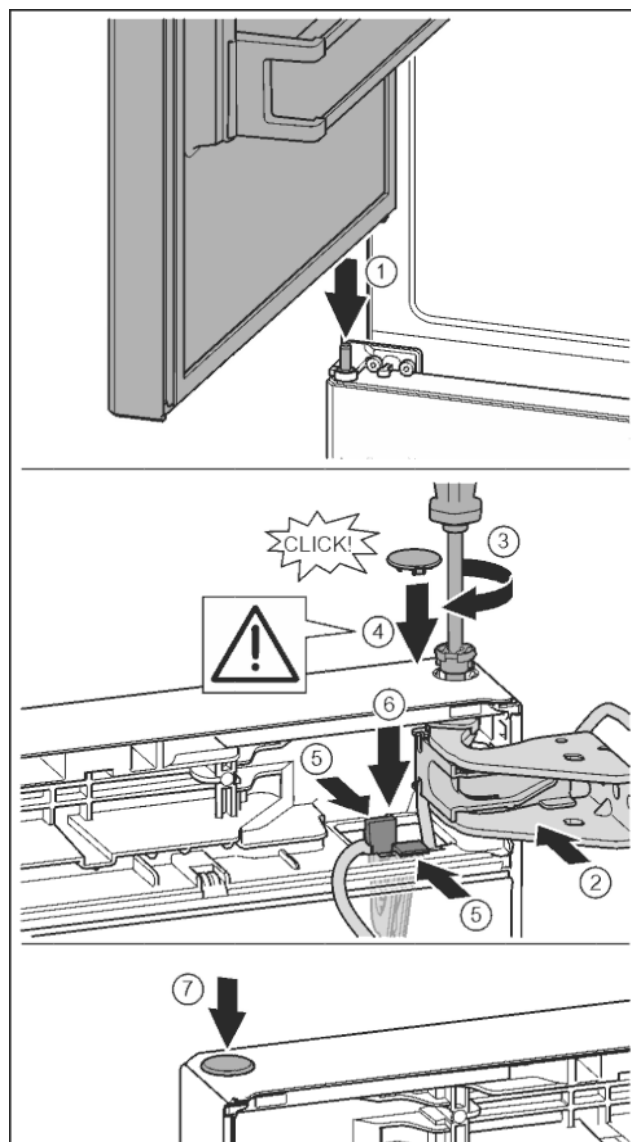

Fig. 39
- Установка верхней двери на средний опорный палец Fig. 39 (1)
- Дверь сверху выровнять по отверстию в опорном кронштейне. Fig. 39 (2)
- Вставить палец и затянуть отверткой T15. Fig. 39 (3)
- Установить предохранительную крышку для защиты двери: вставить предохранительную крышку и проверить, прилегает ли она к двери. В ином случае вставить палец полностью. Fig. 39 (4)
- Вставить держатель кабеля с закрепленным на нем кабелем в отверстие. При этом более длинное отверстие соединительной накладки должно быть направлено вперед. Fig. 39 (5)
- Прижать держатель вниз так, чтобы соединительная накладка защелкнулась. Fig. 39 (6)
- Вставить заглушку. Fig. 39 (7)